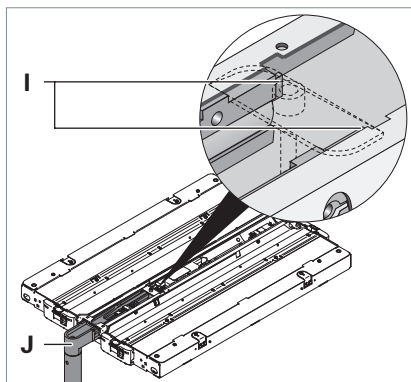

Fig. 24: Leuchtenchassis demontieren bei einer Leuchte mit seitlicher Anbindung.
- Drücken Sie die beiden Enden **I** des Tragarms **J** mit einer Zange zusammen und ziehen Sie das Leuchtenchassis vom Tragarm, siehe Fig. 24.